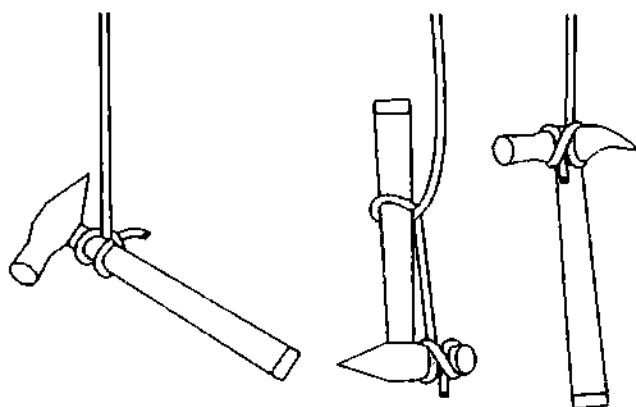

Рис. 609. Крепление верёвки к молотку **выбленочным узлом**.
**Выбленочный узел** предназначен для небольших нагрузок. Им можно завязать мешок, натянуть палатку, привязать корову. Если нет волнения, то на короткое время **выбленочным узлом** можно учалить за пал подку. **Выбленочным узлом** удобно быстро привязывать и отвязывать разный строительный инструмент для подачи его на высоту (рис. 609). Очень часто **выбленочный узел** используется в декоративных целях. Применяется он и в плетении сетей.